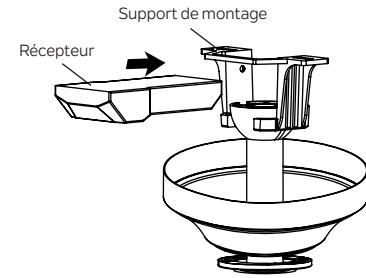

Fig. 13
**Étape 1.** Insérez le récepteur dans le support de montage et maintenez-le à plat face au plafond. (Fig. 13)